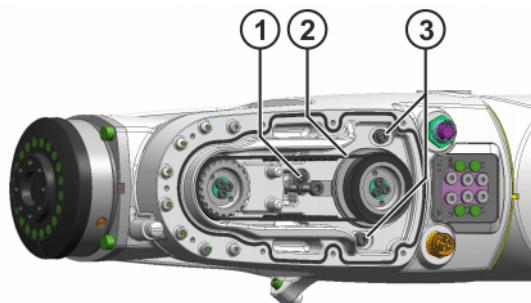

Abb. 9-9: Zahnriemen A5
1. 2 Innensechskantschrauben M4x12-8.8 lockern (>>> Abb. 9-9).